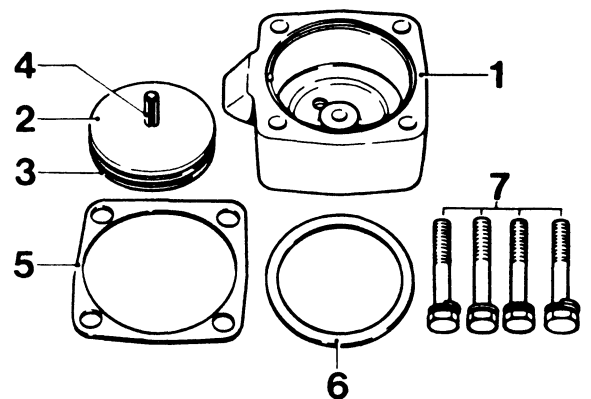

Fig. 6
Benaming van onderdelen, behorend bij Fig. 6 en 7.
**8. Stel de neutraalcilinder compleet samen (zie Fig. 6, 7 en 8).**